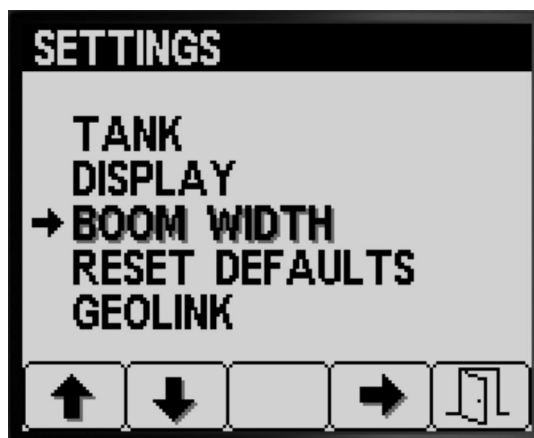

Рисунок 32
2. Нажмите кнопку 4 для выбора позиции BOOM WIDTH (ШИРИНА СТРЕЛЫ) (Рисунок 32).
1. Нажимайте кнопку 2 на экране Settings (Настройки), пока не перейдете к пункту BOOM WIDTH (ШИРИНА СТРЕЛЫ) (Рисунок 32).